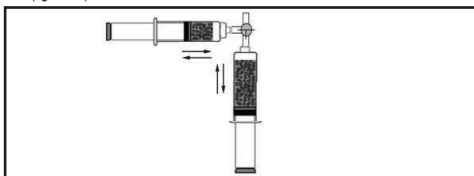

Figure 10.
- 2.4 Raccorder la seringue de chargement contenant la solution médicament-microsphères ainsi que l'autre seringue de solution au robinet à 3 voies (figure 10).